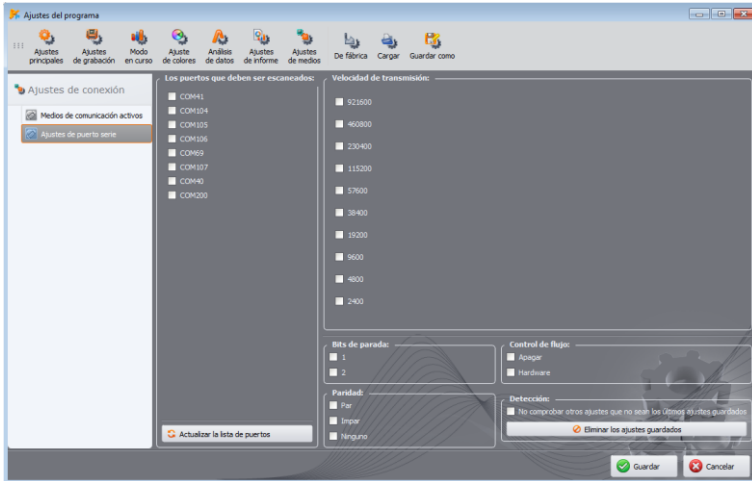

Fig. 87. Ajustes del programa - Ajustes del puerto serie.
- **PQM-701Zr AJUSTES DE PUERTO SERIE** (Fig. 87) – permite seleccionar los ajustes del puerto serie del PC que se utilizarán para conectarse al analizador PQM-701Zr. Están disponibles las siguientes opciones: